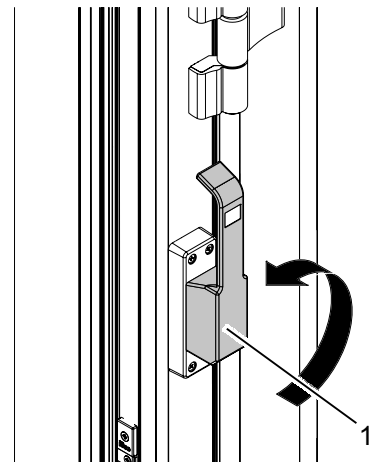

Abb. 23: Schiebeflügelfunktion einstellen
1. Türtreibriegel (Abb. 23/1) langsam nach oben in die Schiebeflügelfunktion bewegen.